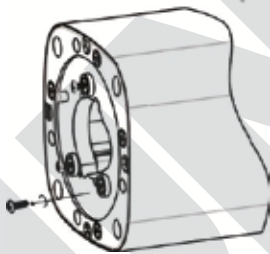

Fig. 1
4. Rimuovere le tre viti dalla base dell'apparecchio (Fig. 1).